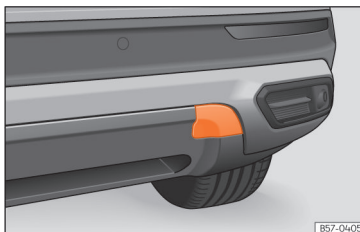

Abb. 196 Auf der rechten Seite des hinteren Stoßfängers: Abdeckung entfernen.
Die Abschleppöse wird in die hinter einer Abdeckung auf der rechten Seite des hinteren Stoßfängers befindliche Aufnahme eingeschraubt » (Abb. 196).
- Drücken Sie auf den oberen Bereich der Abdeckung » (Abb. 196) und klinken Sie diese aus.